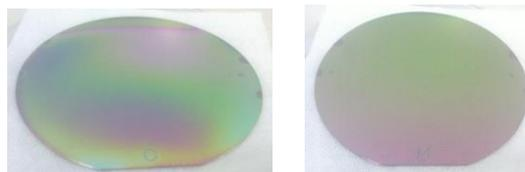

Fig. 1 Surface image of the wafers.
エッチング後の写真を Fig. 1 に示す。左側が条件①、右側が条件②で、膜が残った条件①では干渉縞が見える。